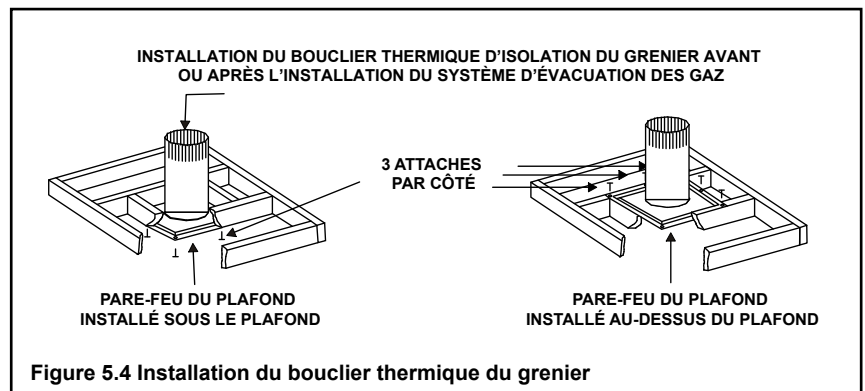

Figure 5.4 Installation du bouclier thermique du grenier
- Le pare-feu du plafond peut être installé sur ou sous les poutres de soutien du plafond, lorsqu'il est installé avec un bouclier thermique d'isolation du grenier. Il doit être sous les poutres de soutien entre les planchers non isolés. Se référer à la figure 5.4.